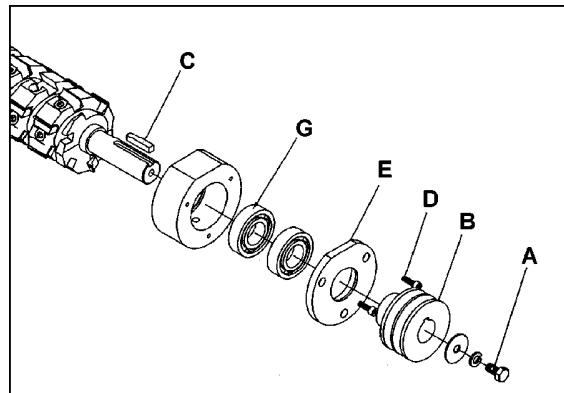

Рис. 33
головкой (A, Рис. 33), снимите шкив (B, Рис. 33) и шпонку (C, Рис. 33).
8. Открутите винты (D, Рис. 33) с обеих сторон и снимите крышки подшипников (E, Рис. 33).
ПРИМЕЧАНИЕ: На Рис. 33 изображена сторона ножевого вала со шкивом. Противоположная сторона ножевого вала в разобранном состоянии имеет похожий вид, детали приведены на сборочном чертеже на стр. 38.
ВАЖНО: Если подшипники (G, Рис. 33) необходимо заменить, компания Powermatic настоятельно рекомендует воспользоваться услугами квалифицированного специалиста по ремонту. Подшипники установлены с запрессовкой и должны быть извлечены с помощью съемника.